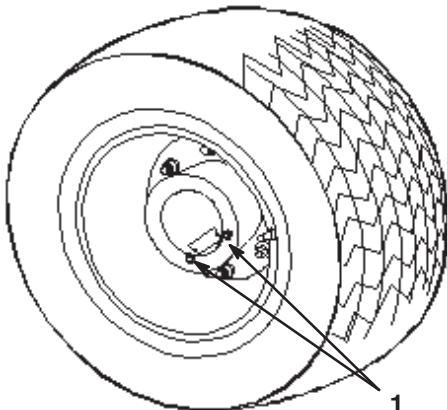

Figure 44
1. Placez le pulvérisateur sur une surface plane et horizontale et positionnez les roues arrière pour la vidange, comme indiqué à la Figure 44.
3. Placez un bac de vidange sous les bouchons de vidange et retirez les bouchons de la roue (Fig. 44).